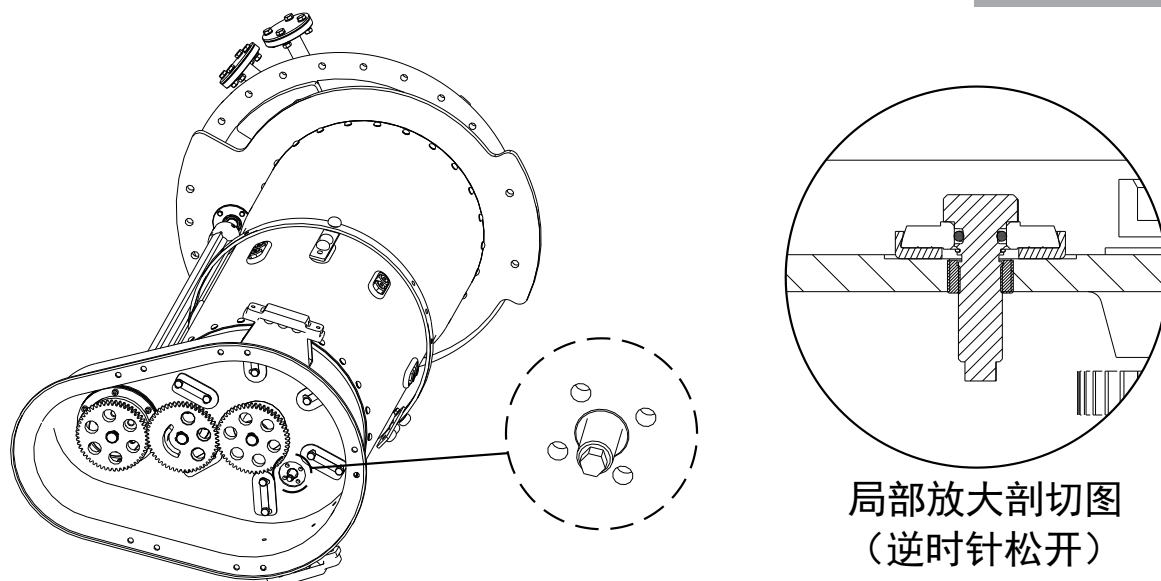

图 7-1 筒底放油螺栓示意图
- ✓ 顺时针方向转动松开在油室底和分接选择器机构之间的放油螺栓（见图 7-1）。
- 用加长的丁字扳手顺时针方向旋上放油螺栓（见图 7-1）。